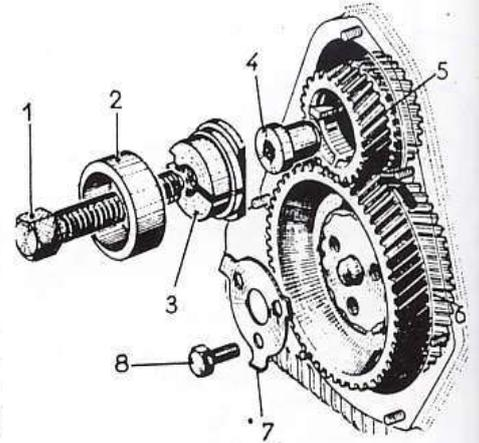

Fig. 19. — Démontage de l'entraînement de distribution
- Défreiner, déposer les vis de la roue d'arbre à cames (fig. 19), vis (8) et frein (7).
- Placer l'embout (4) de l'outil Wil-